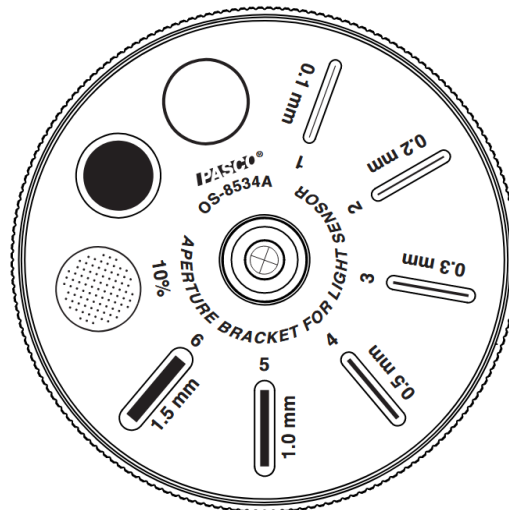

Figura 1. Medidas del ancho de las rendijas.
4. Con los datos que obtuvo y conociendo la longitud de onda del láser, calcule el ancho de la rendija y compárelo con el ancho que se indica en la figura 1.